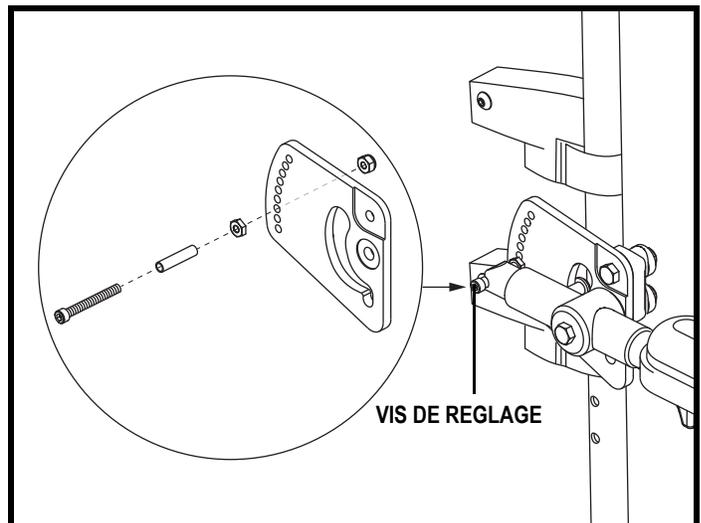

Figure 35. Réglage d'un accoudoir relevable verrouillable
2. Enlevez la vis de réglage. **Voir la figure 35.**